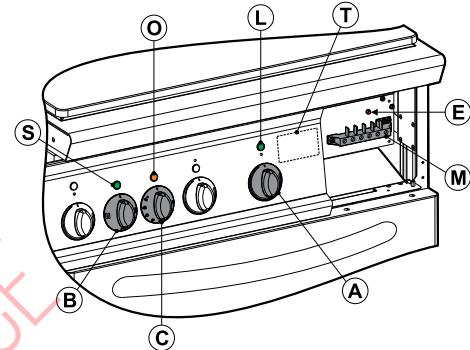

Fig.2
**i** I dati tecnici si rilevano dalla targhetta caratteristiche "T" fig.2 applicate rispettivamente dietro il pannello comandi per il top e in prossimità della morsettiera "M" fig.1 per la cucina.
Per accedere alla morsettiera "M" fig.2 (modelli PP8..), rimuovere il pannello porta comandi svitando le viti poste sotto lo stesso e/o lo schienale in prossimità della morsettiera "M" fig.1 (modelli PPF8..).
Ruotare la manopola "A" fig.2 in senso antiorario dalla posizione "0" a quella desiderata facendo colmare l'indice della stessa con quello sul cruscotto, simultaneamente si accenderà la spia "L" fig.1 indicante l'accensione della piastra.
Ruotare la manopola "B" fig.2 selettori di comando resistenze su una delle posizioni d'utilizzo.
L'accensione della lampada spia verde "S" fig.2 indica che la macchina è sotto tensione.
Ruotare la manopola "C" fig.2 termostato fino alla gradazione corrispondente la temperatura di cottura desiderata.
L'accensione della spia arancione "O" fig.2 segnala il funzionamento delle resistenze di riscaldamento.
L'apparecchiatura è dotata di un termostato di sicurezza che interviene interrompendo l'alimentazione elettrica in caso di funzionamento anomalo o surriscaldamento. Per ripristinare il funzionamento dell'apparecchio rimuovere il cruscotto porta comandi estraendo le viti poste nella parte inferiore dello stesso, premere il pulsante "E" fig.2.